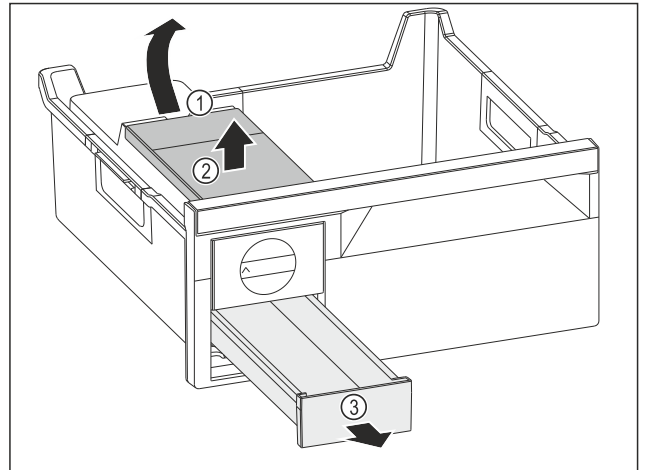

Fig. 111
- ▶ Vesisäiliön poistaminen: Nosta vesisäiliötä syvennyksestä Fig. 111 (1).
- ▶ Ota vesisäiliö Fig. 111 (2) ylöspäin pois.
- ▶ Ota jääkuutiolokero Fig. 111 (3) eteenpäin pois.